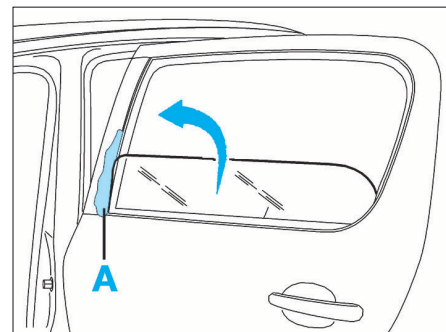

FIG. 42
- Protéger la peinture avec du ruban adhésif en (A) (Fig.42).